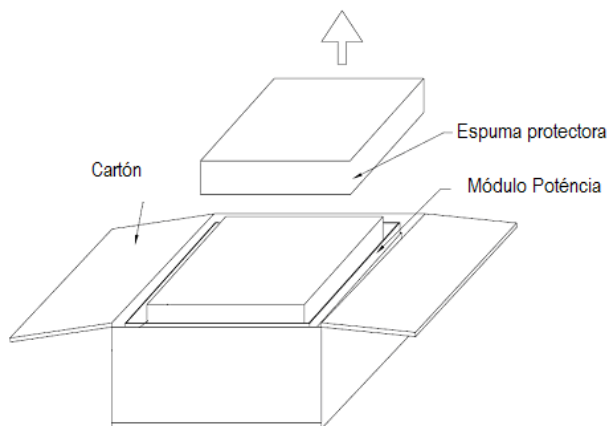

Fig. 19. Retirar espuma protectora
2. Retirar la espuma superior protectora (Fig. 19).